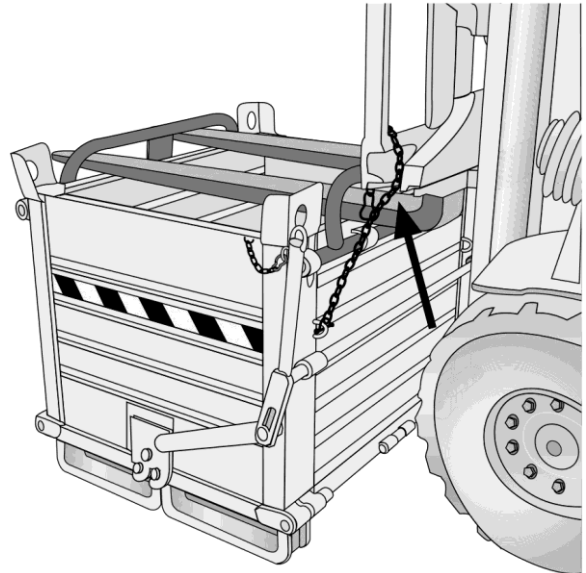

Fig.6.2.4
- 6.2.5 Retirer le mousqueton de sécurité du levier de déverrouillage des fonds (**fig. 6.2.4**).